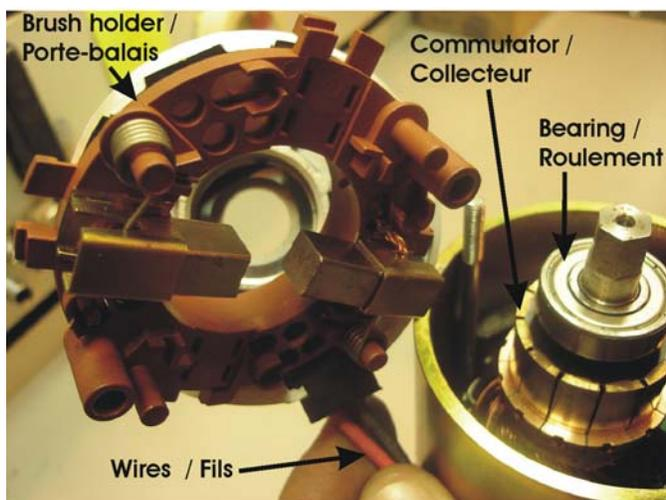

FIGURE 5
- À l'aide d'un petit tournevis, écarter les balais du roulement ainsi que du collecteur pour pouvoir remettre le porte-balais en place (figure 5 & 6).